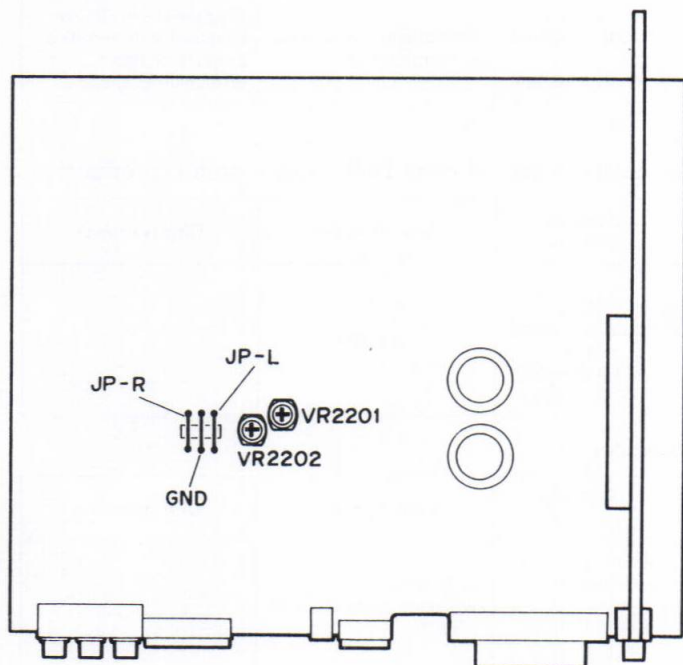

Fig. 5-4 Conjunto AF
10. El conjunto AF contiene JP-L y JP-R. (Vea la Fig. 5-4)